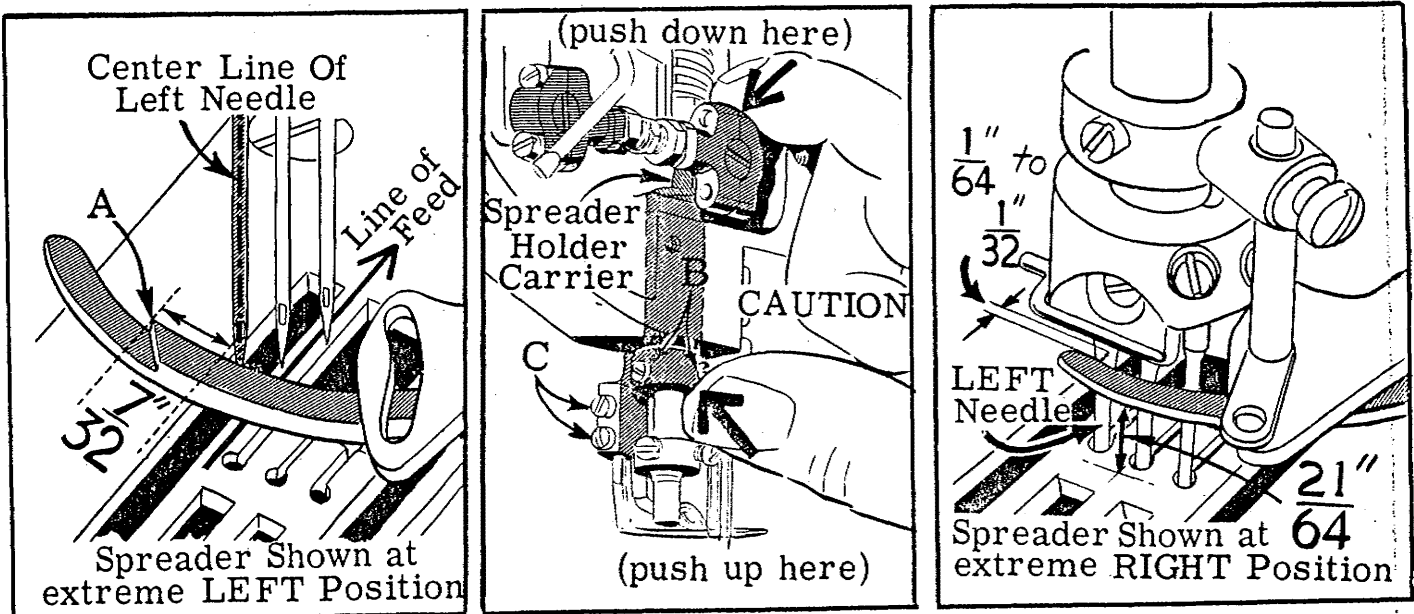

Fig. 39
Fig. 39 Cuando el recubridor está en el extremo máximo izquierdo de su recorrido, la punta de la muesca que lleva el hilo (A) deberá sobresalir  $7/32$ " de pulgada (5.56 mm.) a la izquierda de la línea central de la aguja izquierda. Aflojando los tornillos (B) el sujetador del recubridor puede ser colocado a la medida requerida. Este ajuste es parecido en ambas máquinas. Cuando se estén apretando de nuevo los tornillos (B), asegúrese de empujar hacia abajo sobre el soporte sujetador del recubridor y hacia arriba sobre el sujetador del recubridor también es el anillo de ajuste inferior para el soporte sujetador recubridor. En la 52800 y 57800, ajuste el recubridor para que esté separado del cabo de la aguja izquierda de  $1/64$ " a  $1/32$ " de pulgada (0.40 a 0.79 mm.). Un ajuste altura de  $21/64$ " de pulgada (8.33 mm.) entre la parte inferior del recubridor y la parte superior de la plancha-aguja debe ser mantenido. Los ajustes de colocación y altura son obtenidos aflojando los tornillos (C) y moviendo el recubridor según sea necesario. Apriete de nuevo los tornillos (C).